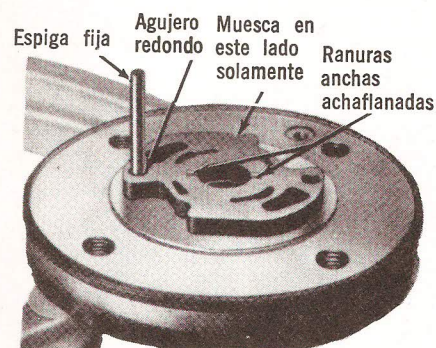

Fig. 32 — Placa Inferior de Presión Instalada. Típico
2. Introduzca la placa inferior de presión en el pasador de anclaje con las ranuras achaflanadas en el agujero central viendo hacia arriba (Fig. 32).